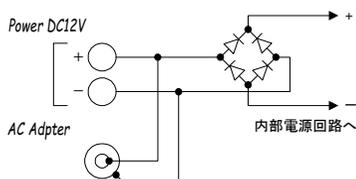

図 14. 本体 AC アダプタ・DC12V 電源入力部の回路構成
ACアダプタおよびDC 12V 電源入力部の回路構成は図 14 のとおりです。
**注意** **MM Filter MML (C)** の全ての入出力ラインには、サージアブソーバなどの保護回路は設けられていません。信号または電源ラインにサージやスパイクの混入する恐れのある環境で使用すると、本体内部の回路が破壊される可能性があります。やむをえず使用する場合には、入出力・電源ラインにサージアブソーバ・バリスタなどの保護回路を付加してください。
**警告** 図 14 に記したように、ACアダプタと DC12V 入力端子は本体内部で電氣的に短絡しています。絶対にACアダプタとDC12V 電源の両方を接続しないでください。